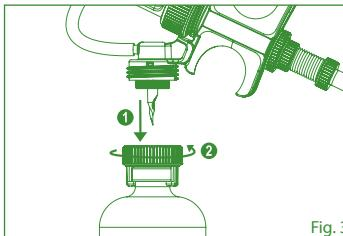

Fig. 3
3. Holding syringe upside down, pierce septum with needle. Screw the lock back on (Fig. 3). Do not overtight- risk of valve cartridge damage.
3. Halten Sie die Spritze kopfüber, durchstechen Sie das Septum mit der Nadel und schrauben Sie den Verschlussring wieder fest (Abb. 3). Überdrehen Sie nicht – Risiko einer Beschädigung der Ventilkartusche.
3. En tenant la seringue à l'envers, percez le septum avec l'aiguille et revissez la fixation (Fig. 3). Ne pas trop serrer – risque de dommage à la cartouche de souape.